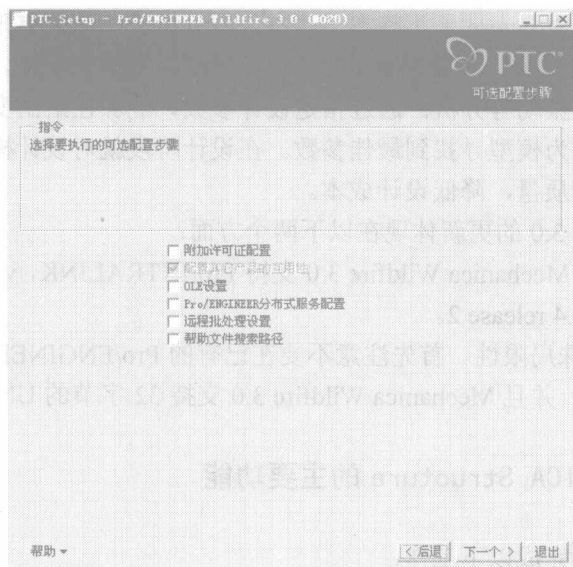
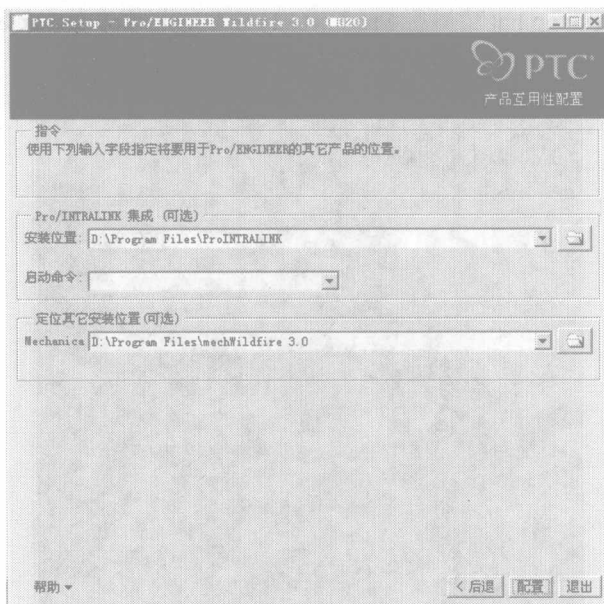

图 1-4 安装界面 2
图 1-5 安装界面 3
(2) 当向导切换到如图 1-4 所示的“选择要执行的可选配置步骤”界面时，勾选“配置其他产品的互用性”复选框，单击【下一个】按钮，弹出如图 1-5 所示的对话框。在“定位其他安装位置”文本框中输入 Structural and Thermal Simulation 的安装路径。单击【配置】按钮，完成安装。此时，Structural and Thermal Simulation 模块就内嵌到 Pro/ENGINEER Wildfire 3.0 的集成环境中了。